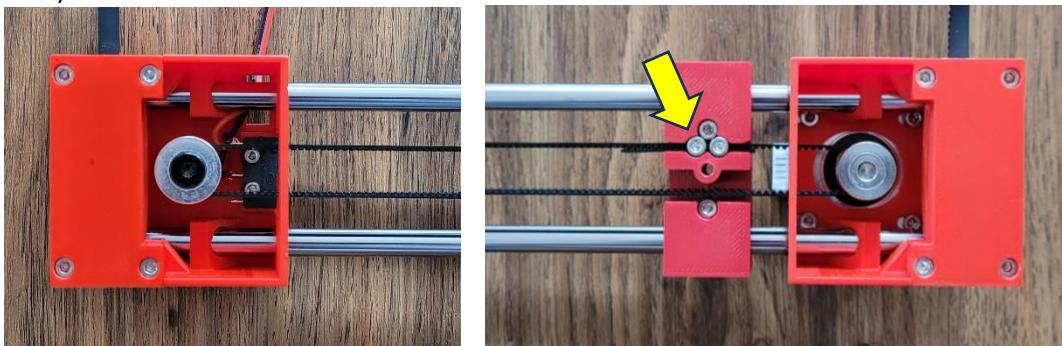

Abbildung 24: Ausrichtung des X-Schlittens
2. Schiebe nun ganz vorsichtig das Bauteil X-Schlitten.stl auf die beiden Linearstangen. Achte auf die richtige Ausrichtung des Bauteils gemäss «Abbildung 24»: Der X-Motor ist auf der rechten Seite und der X-Schlitten ist so aufgeshoben, dass die beiden Enden des Zahnriemens oben sind.
7. Überprüfe nochmals die korrekte Ausrichtung aller Bauteile anhand «Abbildung 24». Lege die X-Achse so vor dich hin, dass der X-Motor rechts ist. Die Enden des Zahnriemens (gelber Pfeil) müssen oben sein.